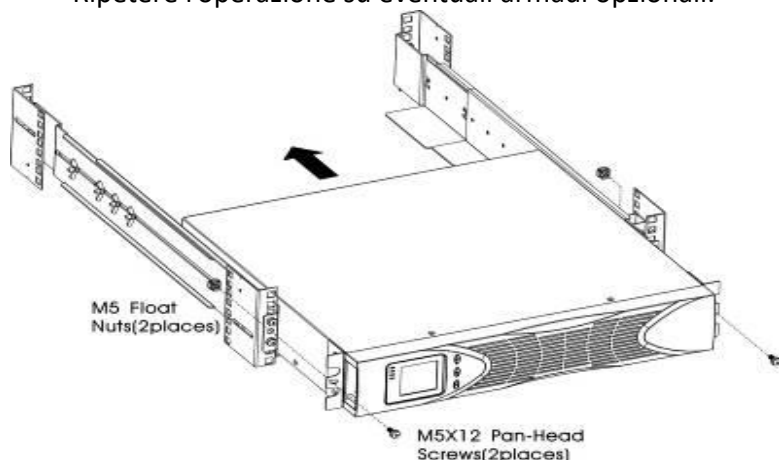

Figura 4 Fissare la parte frontale dell'armadio
- l) Fissare la parte frontale dell'UPS al rack utilizzando una vite con testa bombata M5x12 e un dado a gabbia M5 su ogni lato (si veda Figura 4). Infilare la vite inferiore su ogni lato nel foro della staffa di montaggio e nel foro corrispondente sul binario. Ripetere l'operazione su eventuali armadi opzionali.